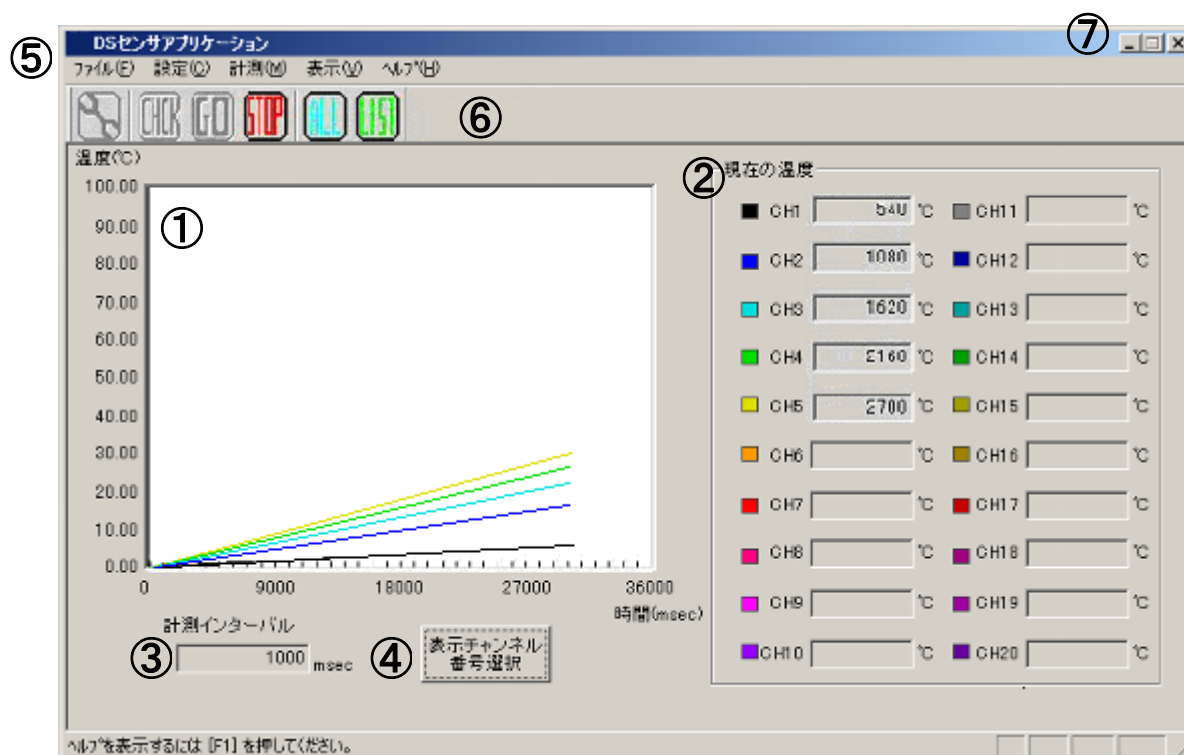
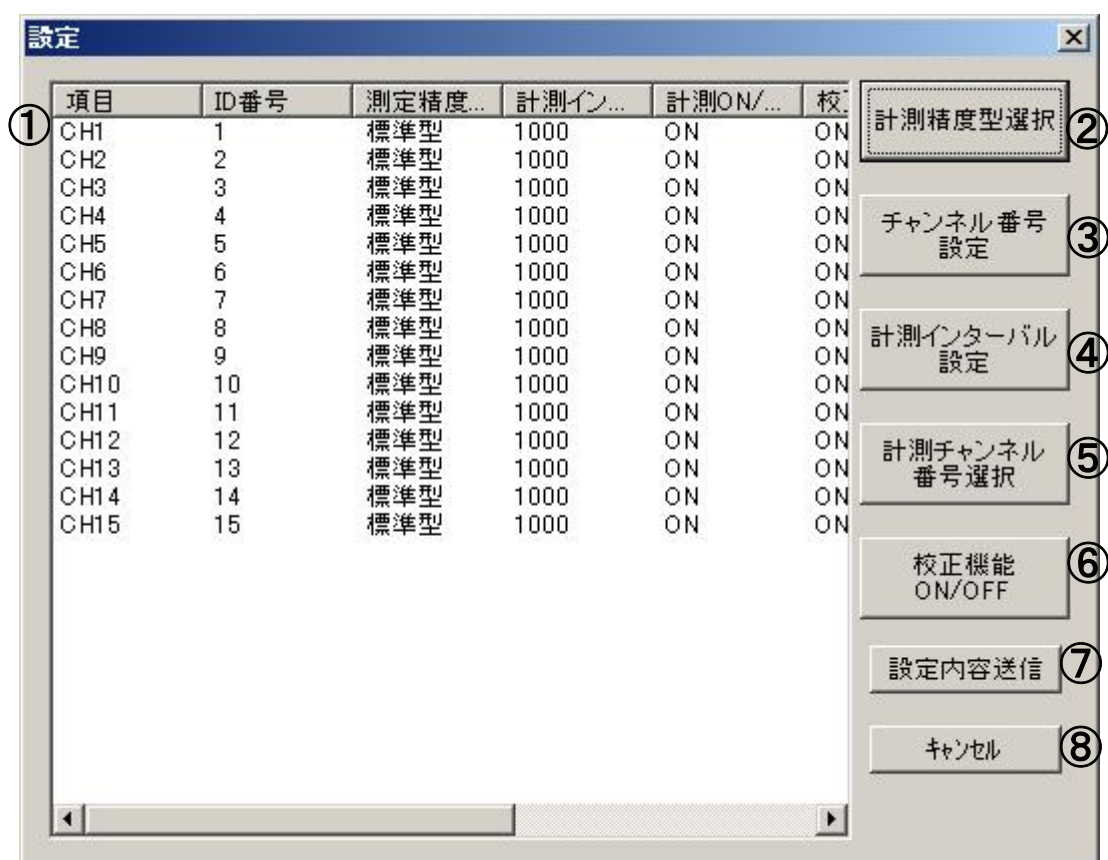
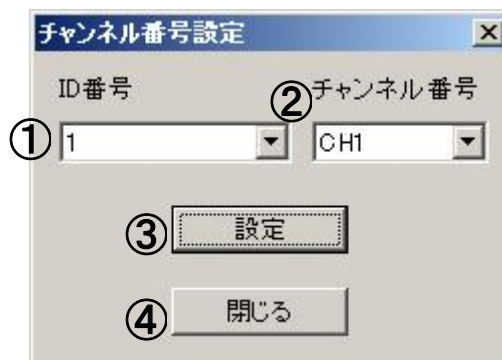
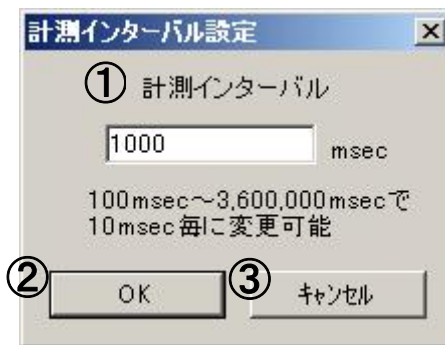

図 5-2-1 メイン画面
図 5-3-2 設定画面
図 5-3-4 チャンネル番号設定画面
図 5-3-5 計測インターバル設定画面
② OK ボタン
①において、選択したインターフェイスを接続されているインターフェイスに設定します。OK ボタン押下後、メイン画面（図 5-2-1）に遷移します。
③ 終了ボタン
グラフと現在の温度の表示を行います。本アプリケーションのメイン画面を以下の図 5-2-1 に示します。
表示を行うグラフのチャンネル番号を選択します。複数選択することができます。メイン画面（図 5-2-1）で[表示]メニューの[表示チャンネル番号選択]をクリックするか、表示チャンネル番号選択ボタンを押下すると画面が開きます。グラフ表示チャンネル番号選択画面を以下の図 5-2-2 に示します。
PC と各 DS センサを 1 対 1 で接続してユニークな ID 番号を設定します。メイン画面(図 5-2-1)で[設定]メニューの[ID 番号設定]をクリックすると画面が開きます。ID 番号設定画面を以下の図 5-3-1 に示します。
各種設定を行います。設定された項目はチャンネル番号ごとに表となって表示されます。全ての設定終了後、設定内容送信ボタンで設定した情報を各 DS センサに通知します。設定が行われていないと計測することができません。メイン画面(図 5-2-1)で[設定]メニューの[その他の設定]をクリックするか、ツールバーの設定ボタンを押下すると画面が開きます。設定画面を以下の図 5-3-2 に示します。また、設定の各機能詳細を以下の 5-3-3 ~ 5-3-8 に示します。
チャンネル番号設定画面(図 5-3-4)を開きます。
計測インターバル設定画面(図 5-3-5)を開きます。
計測精度を標準型・高精度型から選択します。設定画面(図5-3-2)で計測精度型選択ボタンを押下すると画面が開きます。計測精度型選択画面を以下の図 5-3-3 に示します。
ID 番号に対応するチャンネル番号を選択して設定します。設定画面(図 5-3-2)でチャンネル番号設定ボタンを押下すると画面が開きます。チャンネル番号設定画面を以下の図 5-3-4 に示します。
接続されている全てのチャンネル番号共通の計測インターバルを設定します。設定画面(図5-3-2)で計測インターバル設定ボタンを押下すると画面が開きます。計測インターバル設定画面を以下の図 5-3-5に示します。
設定画面(図 5-3-2)で計測チャンネル番号選択ボタンを押下すると画面が開きます。
校正計算を行った場合、どのチャンネル番号に対して校正を行うかを選択します。設定画面(図5-3-2)で校正機能 ON/OFF ボタンを押下すると画面が開きます。校正機能設定チャンネル番号選択画面を以下の図 5-3-7に示します。